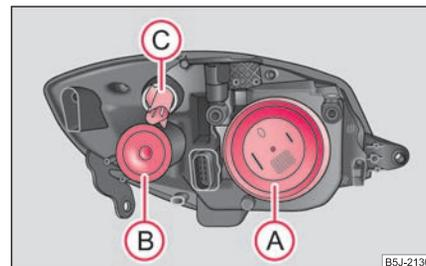

Fig. 207 Faros delanteros: Posición de montaje de las bombillas
Posiciones de las bombillas en el faro delantero ⇒ página 231, fig. 207.
- Quitar la caperuzza protectora (A) ⇒ página 231, fig. 207.
- Girar el portalámparas **(C)** hacia izquierda ⇒ página 231, fig. 207 y sacar el portalámparas junto con la bombilla.
- Quitar la caperuza protectora **(B)** ⇒ página 231, fig. 207.